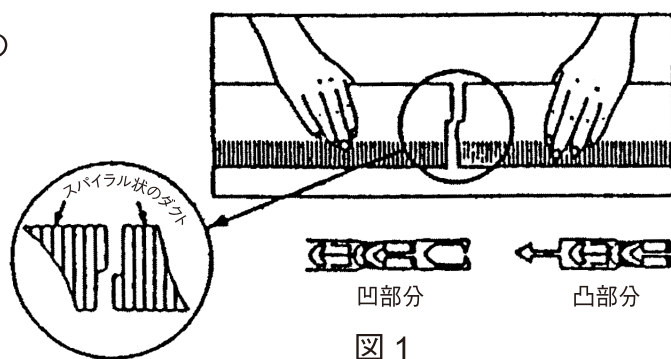

図 1
- (1) 延長ダクトは図1のように接続してください。ダクトの両端は凸部と凹部になっていて、お互いにはめ込むようになっています。接続部分の上にテープを巻くと完全です。